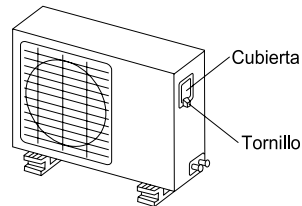

Ilustración 45
1. Retirar la cubierta plástica. (Ilustración 45)